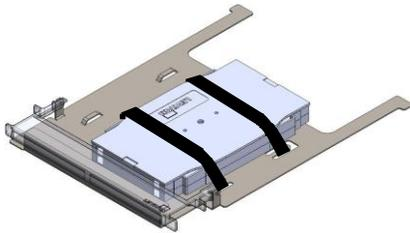
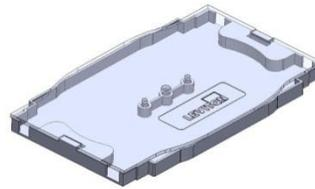

Figure 5
Figure 6
(1)	Feuillet de directives
- G. **Splice Deck Trays (Plateaux d'épissure)**: genre de tiroir (figure 5) permettant le raccordement de jusqu'à 48 brins de fibre. On peut en utiliser trois par plateau, en y mettant un maximum de deux supports T5PLS-24F (figure 6, vendus séparément).